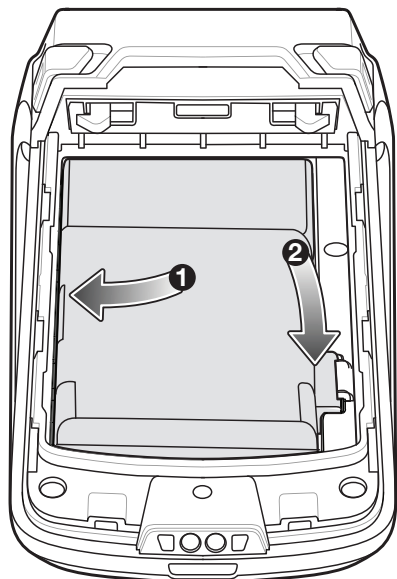

図 1-5 バッテリーの取り付け
3. バッテリー (図 1-5) の下部にある 3 つのツメを、バッテリー コンパートメントの 3 つのスロットに合わせます。